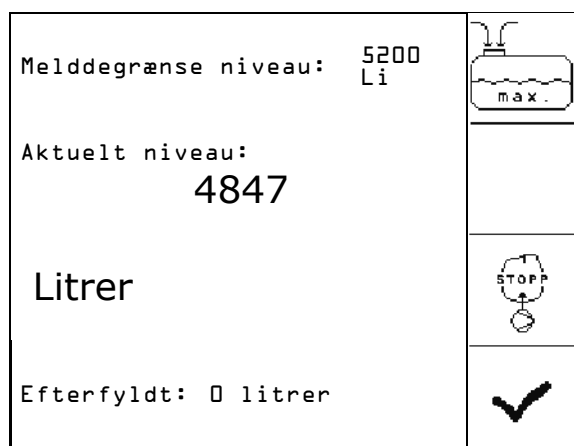

Fig. 87
1.  Åbn menuen "Fyld" (Fig. 87).